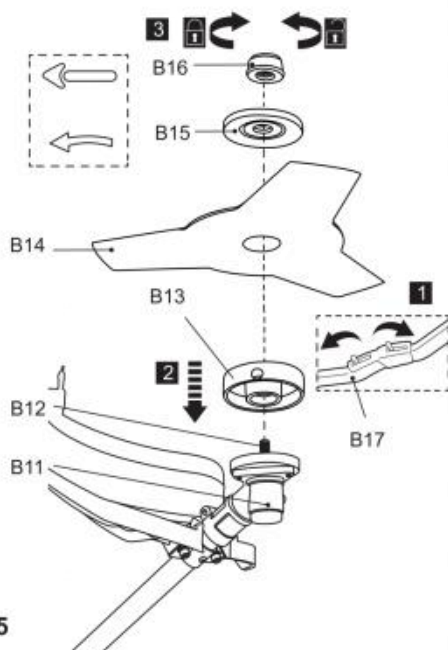

Fig. 5
7) Serrez l'écrou (B16) pour fixer la lame de coupe dans le sens antihoraire tout en bloquant la broche (B12) avec la clé hexagonale (E5). Retirez ensuite la clé hexagonale (Fig. 5).